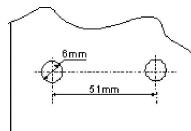

Рис. 5
1. Просверлите в стене два отверстия одинакового диаметра, в соответствии с размерами, приведенными на рис. 5.